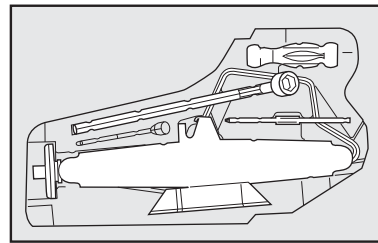

fig. 27
14) Colocar o macaco no suporte das ferramentas **fig. 27**, encaixando de modo a evitar vibrações, ou que se solte durante a marcha;